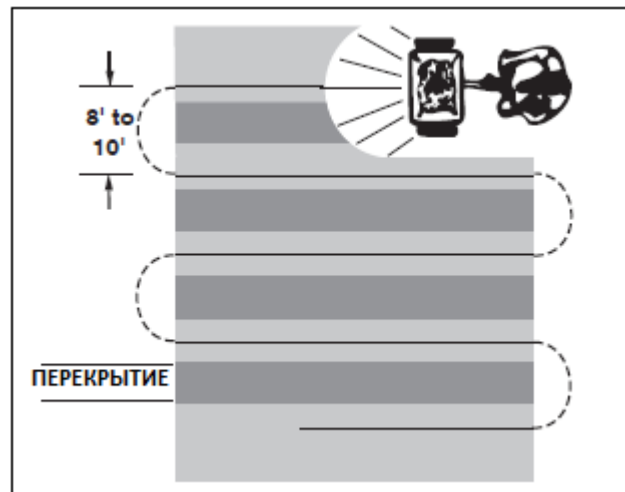

Рис. 12
8. Чтобы обеспечить равномерное покрытие, дорожки должны слегка перекрываться (рис. 12).